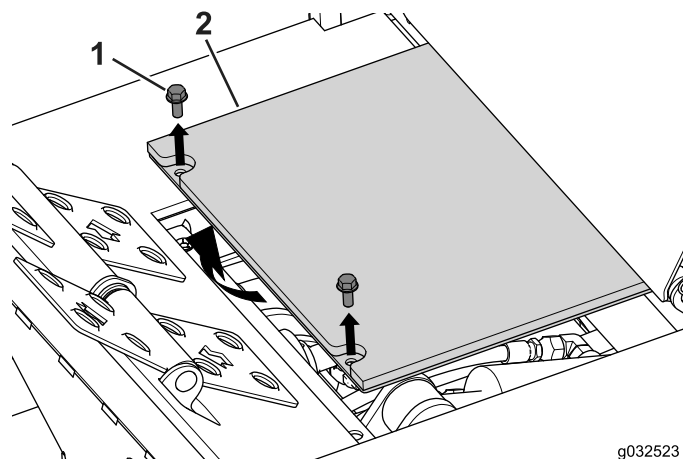

Рисунок 78
1. Для доступа к месту подсоединения механизма отбора мощности (РТО) выверните два болта, которые крепят деку оператора к машине (Рисунок 78)
5. Прикрепите деку оператора к зимней раме с помощью двух болтов ( $\frac{5}{16}$  x  $\frac{3}{4}$  дюйма), снятых ранее (Рисунок 78).